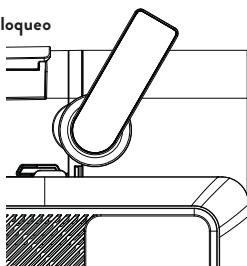

Figura 3
1. Desenchufe el aparato. Gire el interruptor de bloqueo del recipiente mezclador a la posición de desbloqueo (ver Figura 3), retire el recipiente mezclador, saque la pala agitadora y límpiela. Séquela con un paño.